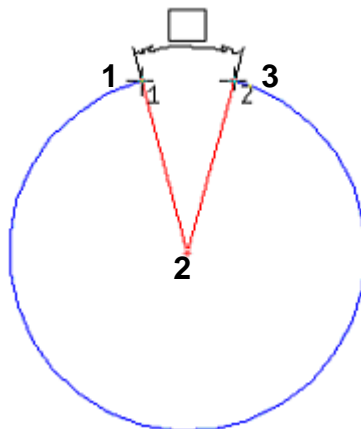

Рисунок 6.20 Указание отрезков для простановки размера
**2.** В ответ на запрос системы **Укажите первый отрезок для простановки размера** щелкните мышью в любой точке отрезка 1–2 (рисунок 6.20).